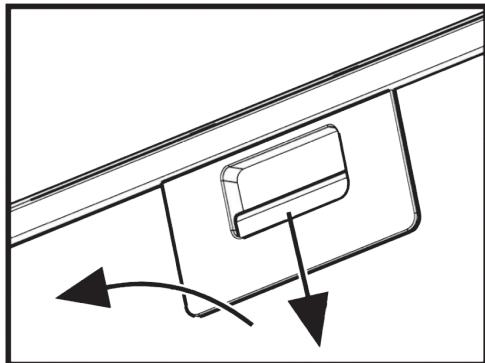

Abb. 6
7.10 Zum Entfernen des Aluminiumfilters (Abb. 6) muss der Federbolzen gedrückt und der Filter von der Verkleidung abgenommen werden. Installieren Sie den Filter in umgekehrter Reihenfolge.